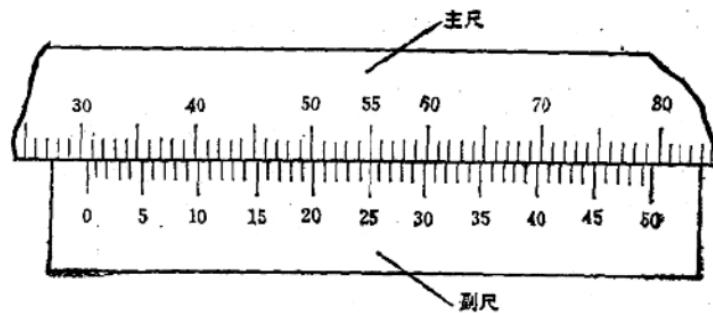

图1—9 0.02毫米游标卡尺的读数值
(1) 先读整数，看副尺上“0”线左边起主尺上第一条刻线的数值，即为整个读数的整数部分。图1—9中先读出30整数。